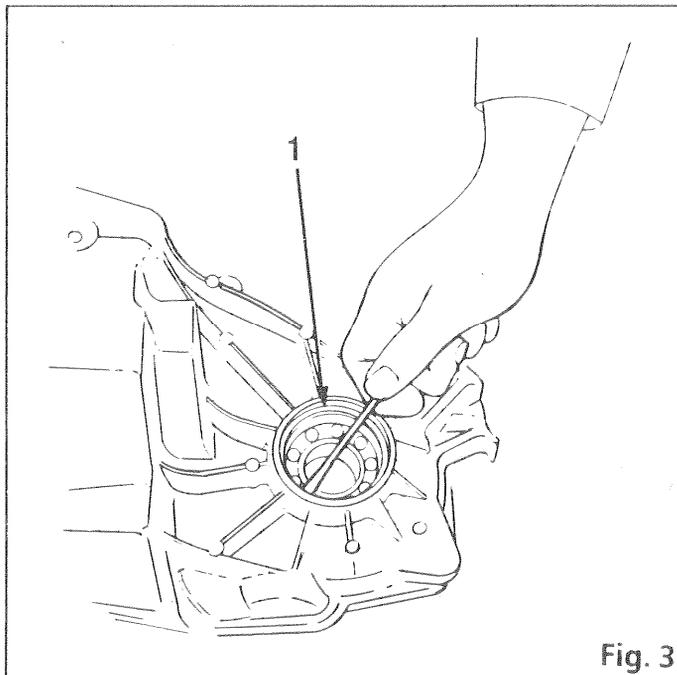

Fig. 3
- Vérifier l'état et la position du circlips (Fig. 3, repère 1).